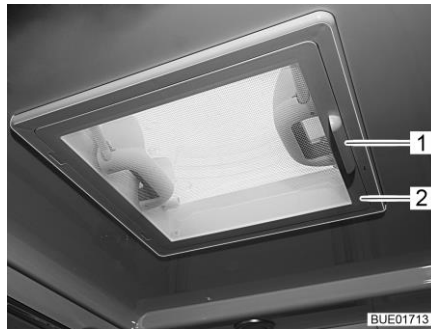

Bild 123 Dachhaube mit Schnappverschluss
- Öffnen:** ■ Insektenschutz (Bild 123,2) am Griff (Bild 123,1) nach unten schwenken.
- Schließen:** ■ Insektenschutz (Bild 123,2) am Griff (Bild 123,1) nach unten schwenken.
- Insektenschutz (Bild 123,2) am Griff (Bild 123,1) nach unten schwenken.